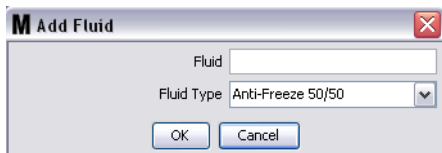

FIG. 95
3. Dans l'écran "Add Fluid" (Ajouter un fluide), saisissez un nom pour le fluide dans le Champ "Fluid" (Fluide) (FIG. 95) (40 caractères maximum). Pour faciliter l'identification et la génération des rapports, il est recommandé que des noms des fluides soient courts.